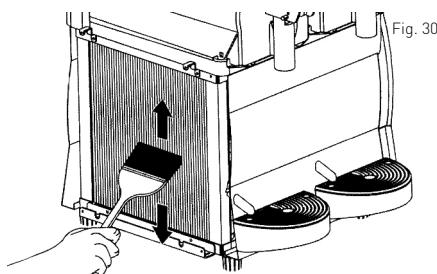

Fig. 30
- 4) Cu ajutorul unei perii uscate (nelivrate) pentru a îndepărta praful care s-a adunat în timpul utilizării. (Vezi Fig. 30)